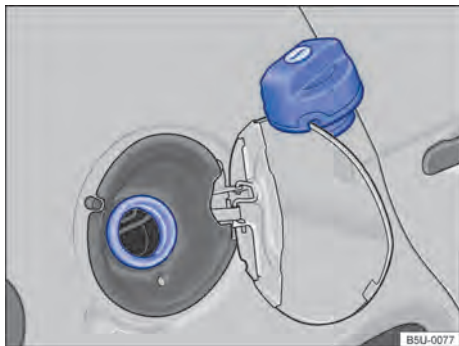

Fig. 103 Portinhola do tanque de combustível aberta com a tampa do tanque de combustível pendurada.
- Girar a tampa do tanque no sentido anti-horário e pendurá-la em cima da portinhola do tanque de combustível → Fig. 103.